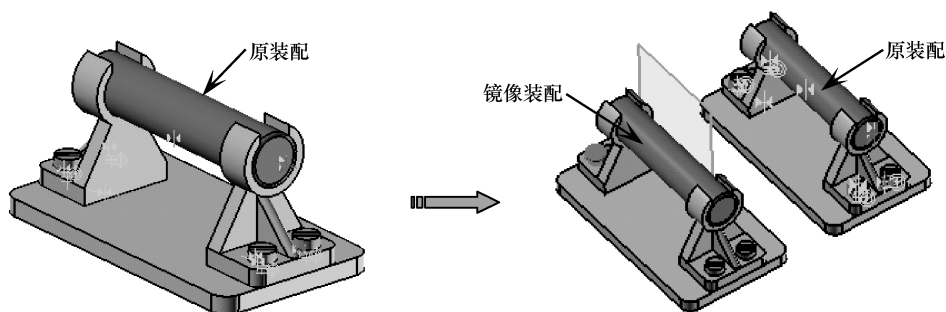

图 7-66 创建出镜像装配体
- 07 保留默认的镜像类型，单击【下一步】按钮，程序自动创建出镜像的装配体，如图 7-66 所示。